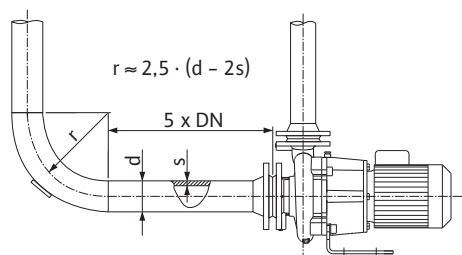
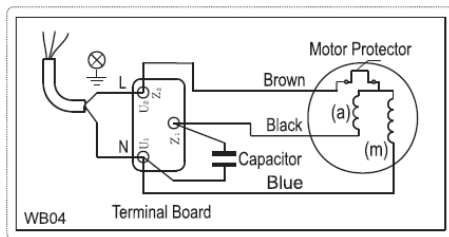

Fig. 4: Deonica za stabilizaciju ispred i iza pumpe
Fig. 5: Priključak za naizmennu struju
- Mrežni priključak zavisi od snage motora P_2 , mrežnog napona i vrste uključivanja. Potreban način povezivanja veznih mostova u priključnoj kutiji nalazi se u sledećoj tabeli i na Fig. 4 i Fig. 5.